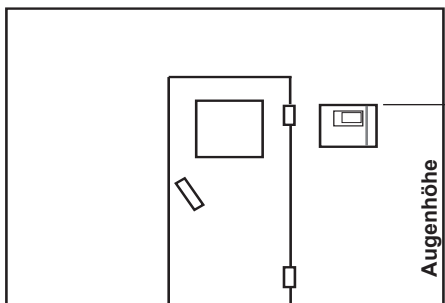

Abb. 3
1. Die Bohrungen $\varnothing 3$ mm für die mitgelieferten Holzschrauben 4 x 20 mm werden entsprechend den in Abb. 3 + 3.1 angegebenen Maßen angebracht.